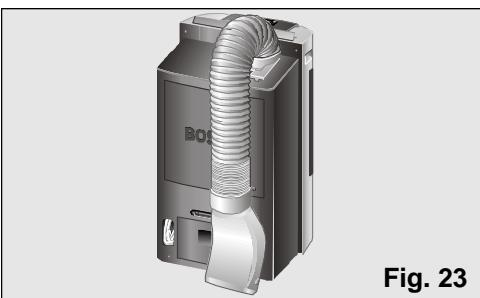

Fig. 23
- ❑ Hiervoor buigt u de buis naar de achterkant van het apparaat en maakt deze vast aan de diffusie haak, Fig. 23 en 24.